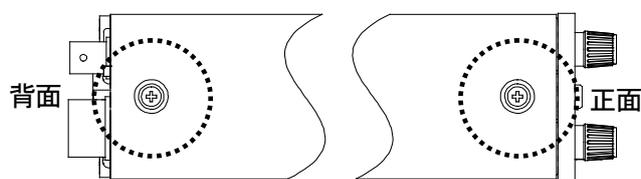

図 7-6
2. 本体上面(図7-6)の前後2本のネジ(M3)を取り、本体カバーを取り外します。